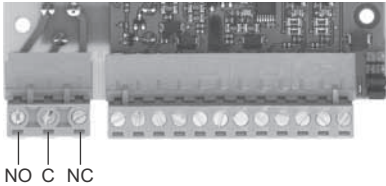

Fig. 2 Salida de relé
El relé del módulo IO tiene dos funciones. Puede utilizarse el relé tanto en posición normalmente abierto (NO) como en normalmente cerrado (NC). Para las conexiones, ver fig. 2 y sección 6. *Resumen de entradas y salidas.*